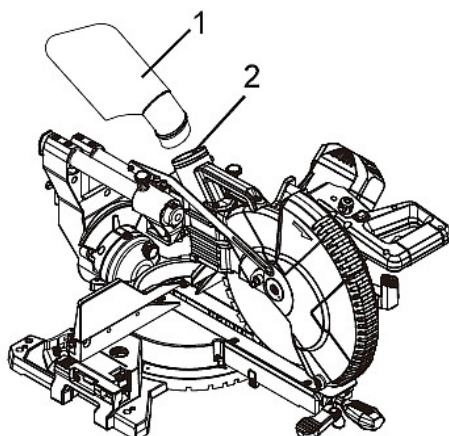

Abb. 8: Anbringen des Staubbeutels
Schritt 1: Führen Sie den Gehrungsgriff (5) in das Loch vor der Gehrungssäge ein und richten Sie das Loch (6) am Gehrungsgriff (5) mit dem Loch an der Vorderseite des Tisches aus.
Schritt 2: Die Schraube (7) durch das Loch im Tisch in das Loch (6) am Gehrungsgriff (5) schrauben.
Schritt 3: Ziehen Sie die Schraube (7) mit einem Schraubendreher fest.
7.2 Anbringen des Staubbeutels (Abb. 8)